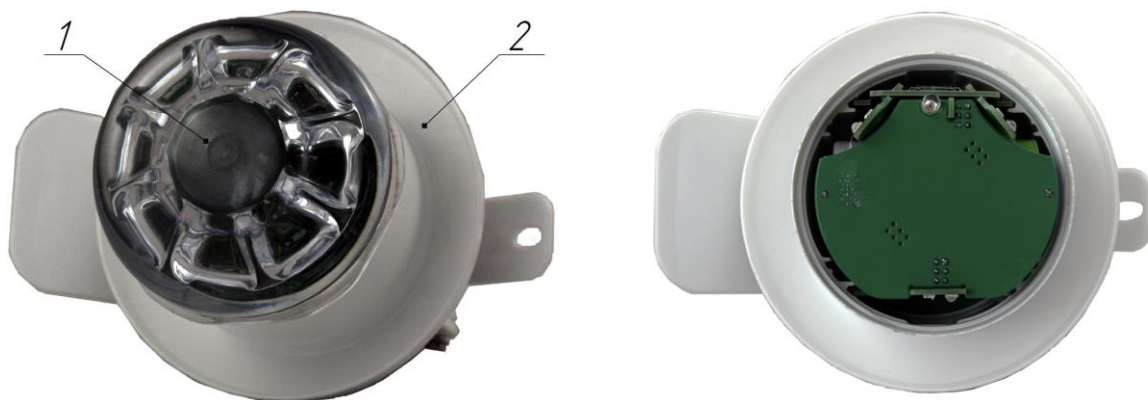

Рисунок 9.1
- 1) Открутить нижнюю крышку – 1 с корпуса – 2 (Рисунок 9.1);